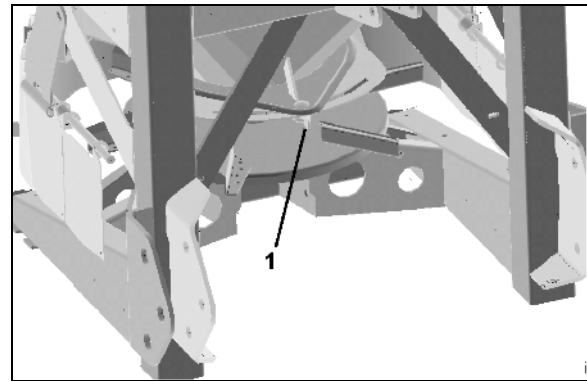

Fig. 33
1. Release the thumb bolt (Fig. 33/1).